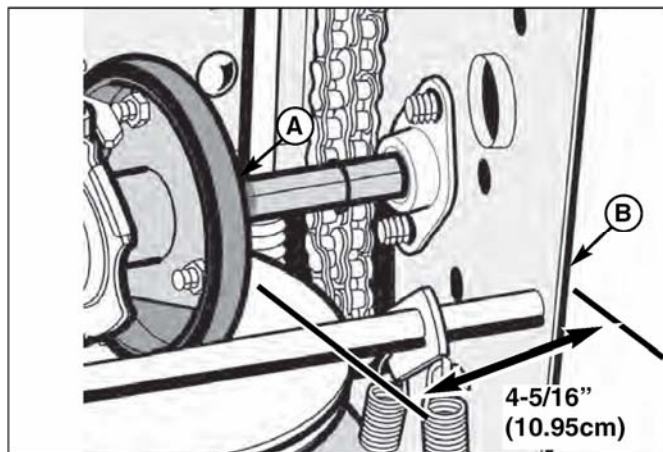

Рис. 18. Расстояние между фрикционным диском и корпусом
5. Определите положение фрикционного диска (A, рис. 18). Правильное расстояние от правой стороны фрикционного диска до внешней стороны рамы составляет 10,95 см. Если фрикционный диск не находится в правильном положении, произведите его регулировку следующим образом.